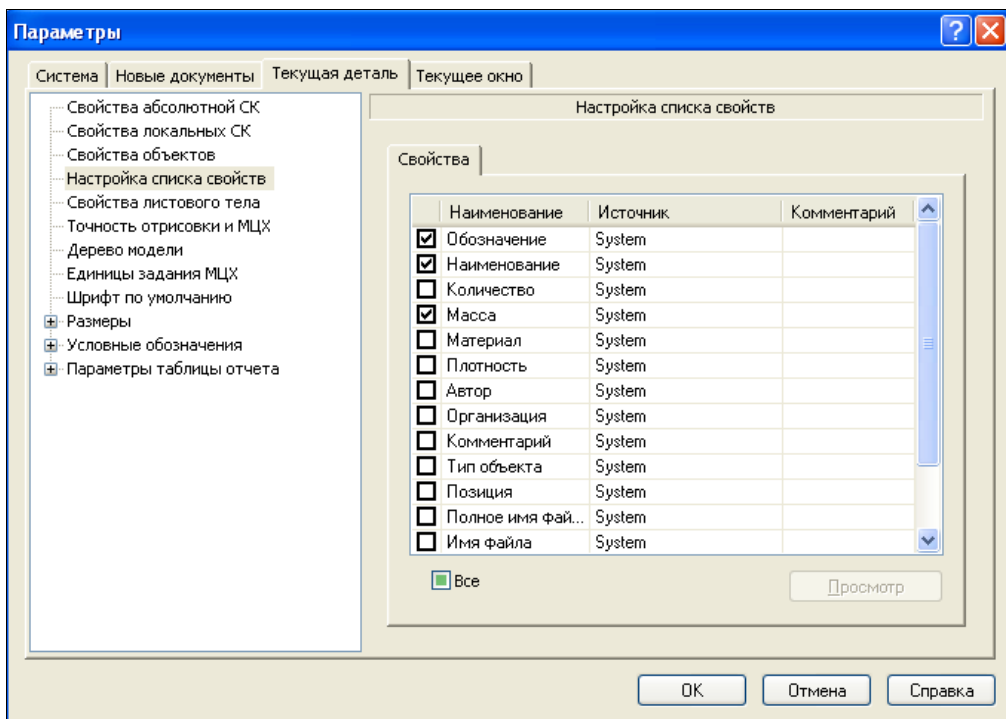

Рис. 27.8. Диалоговое окно **Параметры** с открытой вкладкой **Свойства**
- ◆ щелкните ЛК по пункту **Настройка списка свойств**. В правой части откроется панель **Настройка списка свойств** с двумя вкладками: **Библиотека свойств** и **Свойства**. Вкладка **Библиотека свойств** позволяет сформировать список библиотек, которые могут использоваться в новых документах и отчетах. На вкладке **Свойства** (рис. 27.8) можно настроить отображение свойств в новых документах. В список входят системные свойства и свойства из подключенных библиотек. Установкой или снятием флажка вы можете включить или отключить отображение свойства. Чтобы увидеть параметры свойства, выделенного в списке, нажмите кнопку **Просмотр**. На экране появится диалог **Параметры свойства** с данными на данное свойство;
- ◆ щелкните ЛК по пункту **Цвет**. В правой части на панели **Цвет детали** (рис. 27.8) можно изменить цвет (кнопка **Цвет**) и оптические свойства поверхности модели, сдвигая ползунки представленных параметров. При этом в окне просмотра цвет и оптические свойства сферы будут меняться в соответствии с этими изменениями. Подробно настройка свойств была рассмотрена в *уроке 19*;